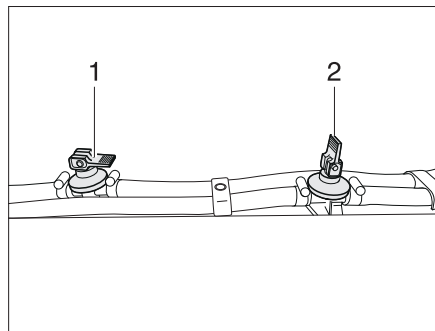

Fig. 234 Llave de desagüe
- Cerrar todas las llaves de desagüe. Colocar para ello el balancín (Fig. 234,1) en posición horizontal.